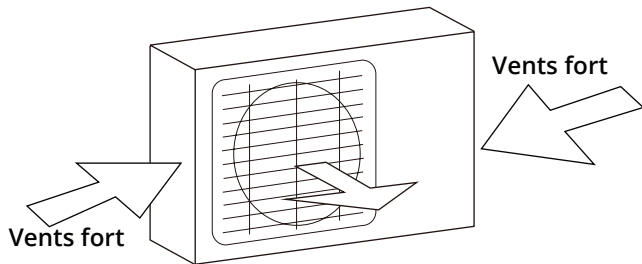
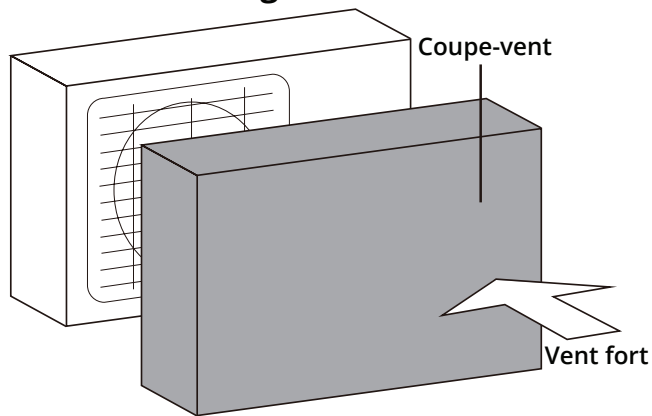

Fig. 4.2
Fig. 4.3
**Si l'unité est exposée à un vent fort :** Installez l'appareil de façon à ce que le ventilateur de sortie d'air soit à un angle de 90° par rapport à la direction du vent. Si nécessaire, construisez une barrière devant l'appareil pour le protéger des vents extrêmement forts. Assurez-vous que le pare-vent ne bloque pas le flux d'air nécessaire, voir Fig. 4.2 et Fig. 4.3.